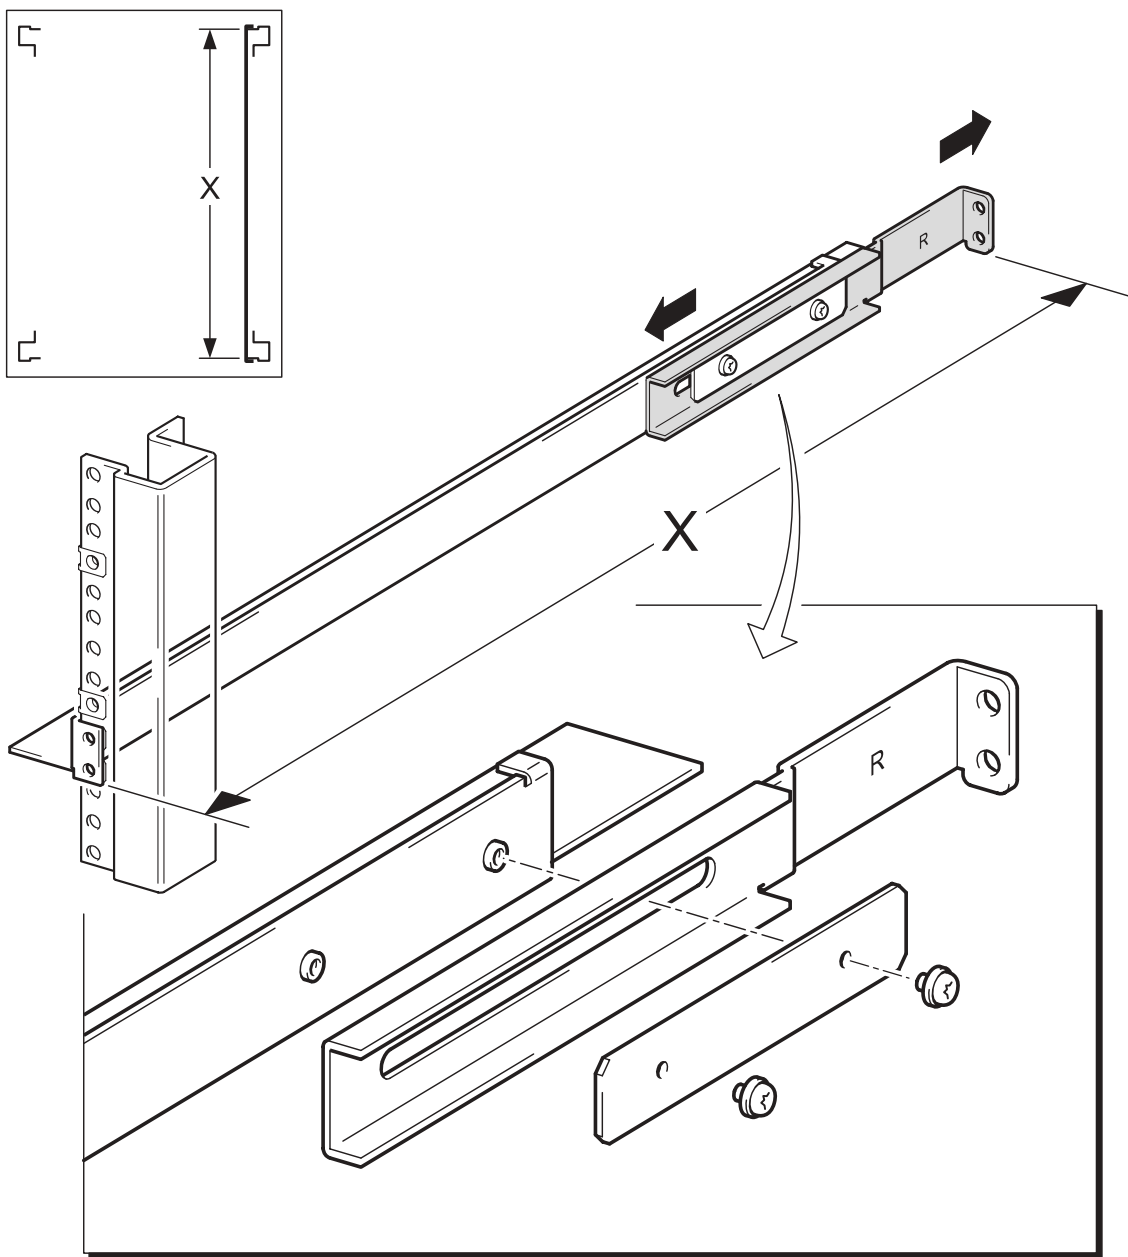

图 1：调整支持导轨的长度
- 按图 1 所示安装侧面支持导轨。根据上表将长度调节至划线 A 或划线 B 位置。用手拧紧两个紧固螺钉。
- 检查长度是否合适，使得导轨的前部法兰可套上前部机架柱，导轨的后部法兰可套上后部机架柱，请参见图 1。